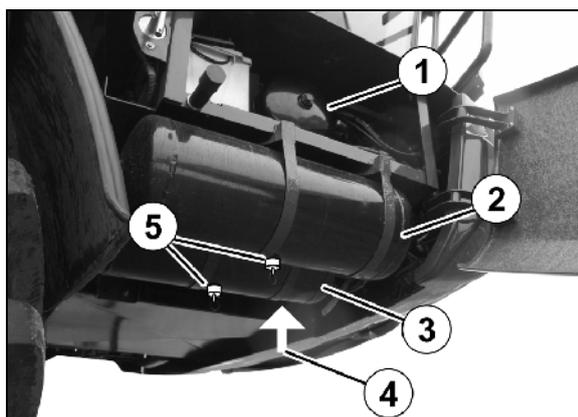

Fig. 154
Insgesamt vier Luftbehälter befinden sich unter der Kabine hinter der rechten Wartungsklappe (Fig. 154/1-4)
1. Ziehen Sie das Entwässerungsventil (Fig. 154/5) über den Ring solange in seitlicher Richtung, bis kein Wasser mehr aus dem Luftbehälter ausfließt.